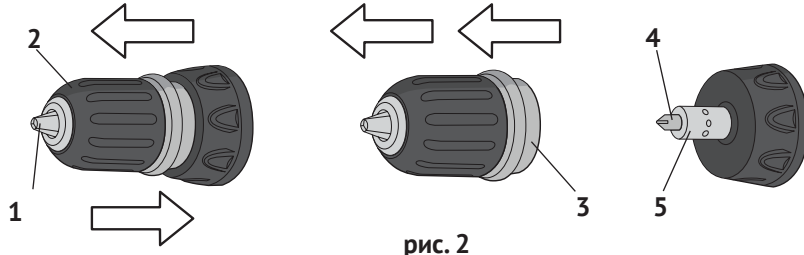

рис. 2
Установка/снятие патрона на шпиндель (см. рис.2):
- отжать, преодолевая сопротивление пружины, муфту фиксации (рис.2 поз.3) к патрону (рис.2 поз.2);
- надвинуть патрон на шпиндель (рис.2 поз.5);
Конструкция патрона позволяет вставить в держатель шпинделя (рис.2 поз.5) стандартную (1/4") биту (рис.2 поз.4) длиной 25 мм, как перед установкой патрона, так и после его снятия.